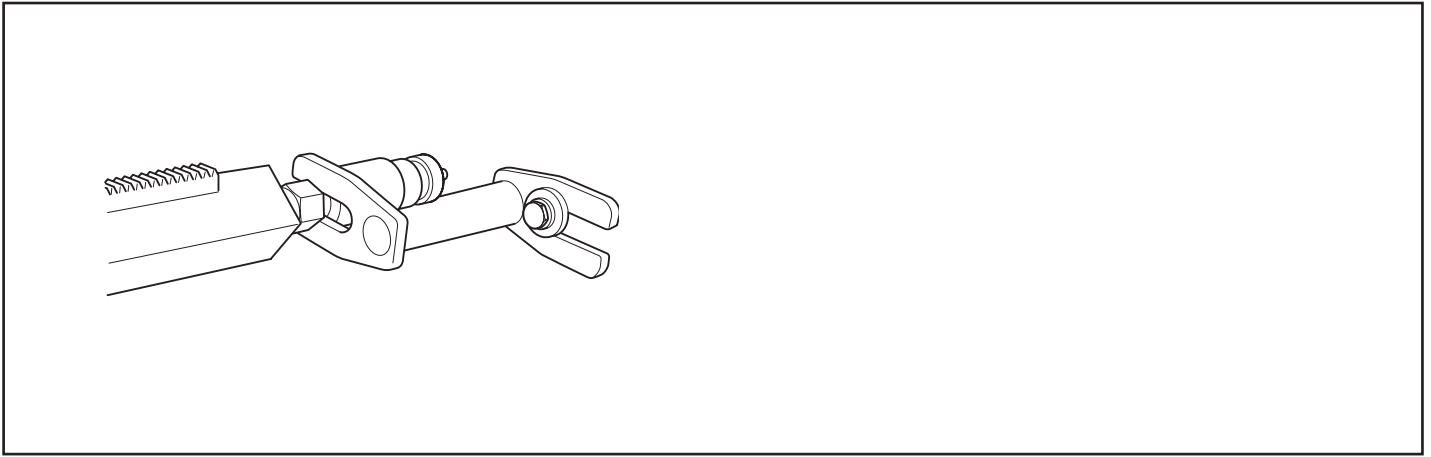

Fig. 19
7. Per fissare ulteriormente la colonna di foratura si può utilizzare l'attacco a espansione (fig. 19). L'attacco si regola rispetto alla vite del montante, quindi si fissa al tetto con un bullone a espansione. Fissare con il dado di bloccaggio da 30 mm.
7. Zur zusätzlichen Sicherung der Bohrsäule kann eine Expanderhalterung verwendet werden (Abb. 19). Die Halterung wird an die Stempelschraube angepasst und mit einer Spreizschraube in der Decke fixiert. Mit 30-mm-Sicherungsschraube sichern.
7. Pour attacher de manière encore plus sûre le pilier de forage, une fixation d'expansion peut être utilisée (Fig. 19). La fixation est réglée contre la vis du poteau et attachée au plafond à l'aide d'un boulon d'expansion. Consolider à l'aide d'un contre-écrou de 30 mm.
7. Om de boorkolom nog meer te zekeren, kan de expansiesteun worden gebruikt (Fig. 19). De steun wordt afgesteld tegen de stutschroef en tegen het plafond gefixeerd met een rekbout. Zekeren met borgmoer 30 mm.